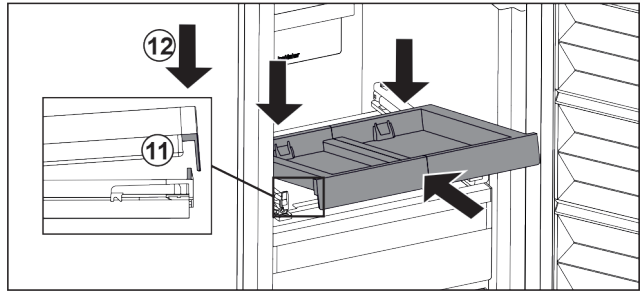

Fig. 26
- ▶ Schuin erin schuiven. Zorg ervoor dat de aanslag aan beide zijden achter de lip is. Fig. 26 (11)
- ▶ Uitschuifplateau aan voorzijde neerzetten. Fig. 26 (12)